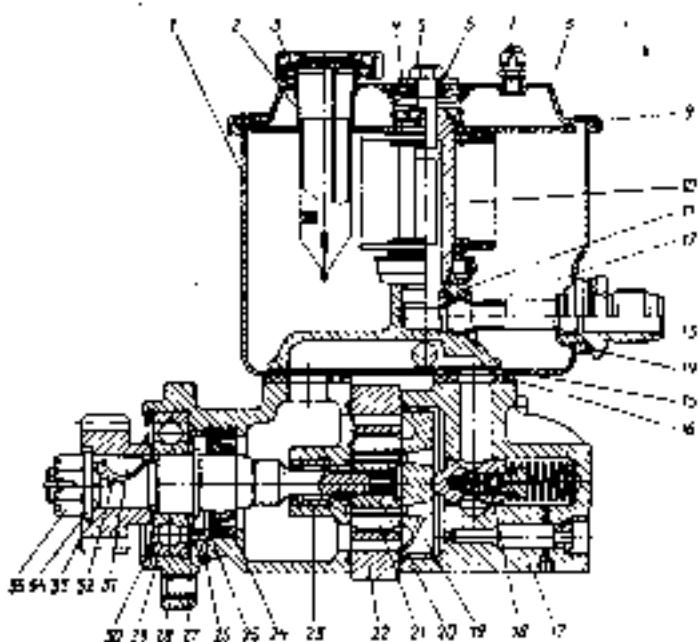

Bild 99. Pumpe der Servolenkung:
Die Pumpe der Servolenkung stellt eine doppelt wirkende Schaufelpumpe dar (Bild 99). Beim Drehen der Pumpenwelle werden die Schaufeln unter Einwirkung der Fliehkräfte und des Oldruckes gegen die krummlinige Fläche des Stators gedrückt.
5. Den Deckel 8 (s. Bild 99), das Filter 2 abnehmen und spülen.